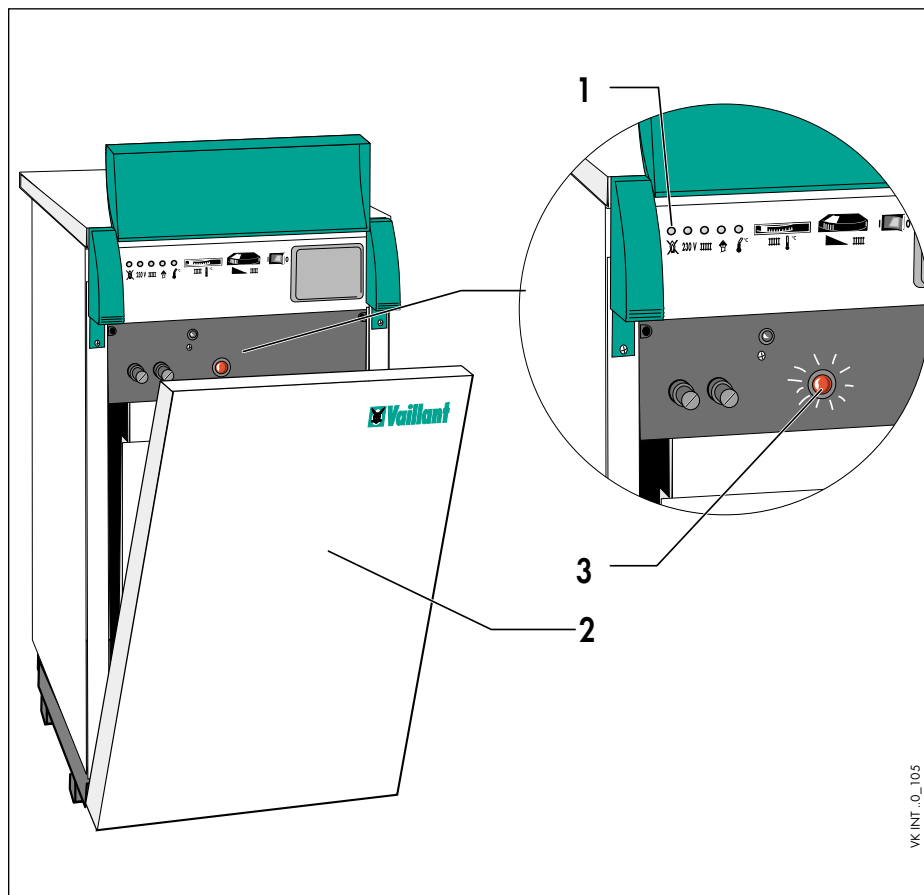

Рис. 4.2
Выключение котла по причине неисправности горелки будет показано красной лампочкой (1) и горящей кнопкой сброса (3). (Рис. 4.2)